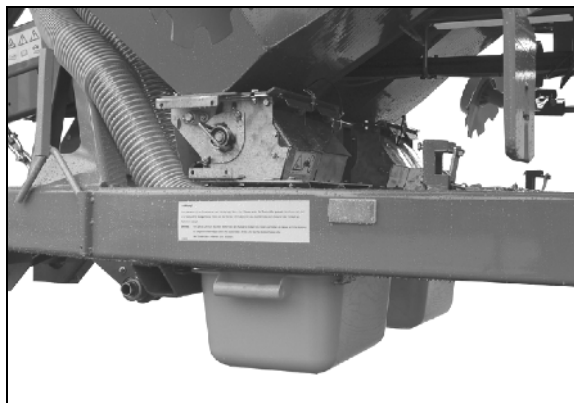

Fig. 63
9. Sæt prøvehåndsvinget (Fig. 63/1) på støttehjulet (Fig. 63/2).
10. Drej støttehjulet mod uret ved hjælp af prøvehåndsvinget (Fig. 63/1), indtil alle doseringsvalsernes kamre er fyldt med såsæd, og der strømmer en ensartet mængde såsæd ned i alle prøveudtagningsbeholderne.